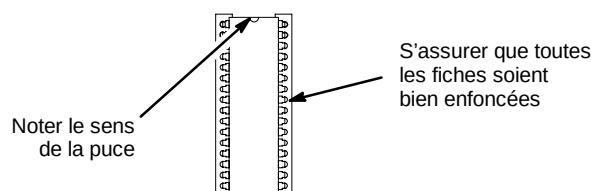

Fig. 48
5. Mettre les nouvelles puces en place. S'assurer que les puces U6 et U7 soient bien à leur place. Contrôler que les puces soient bien dans le bon sens et que toutes les fiches soient bien enfoncées dans les orifices. Voir Fig. 48.